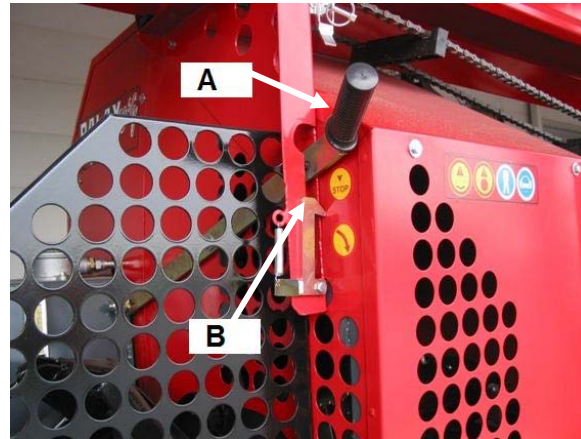

Abb. 7
3.4 Ausrückhebel für das Getriebe, Abb. 7